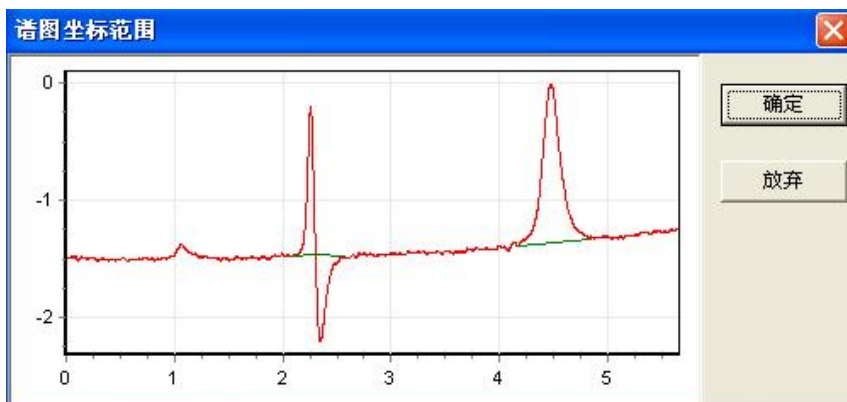

图 4-4
1.2 点击“谱图”按钮，弹出“谱图坐标范围”对话框。如图 4-4 所示：